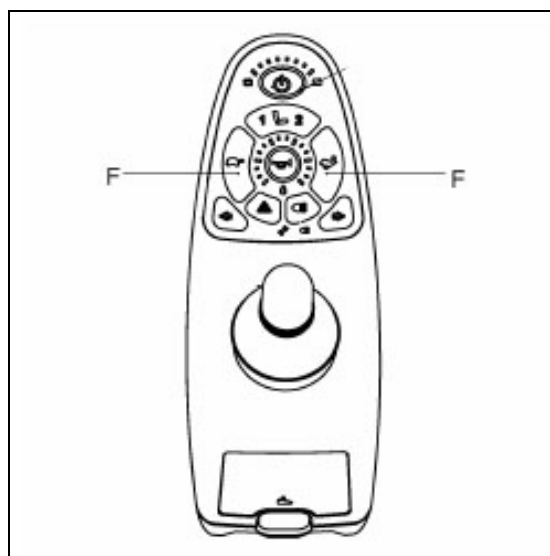

Bild 3.8
- Med hastighetsknapparna (F på bild 3.8) på 'Shark säte/ljus & aktuatorer'-styrenheten.